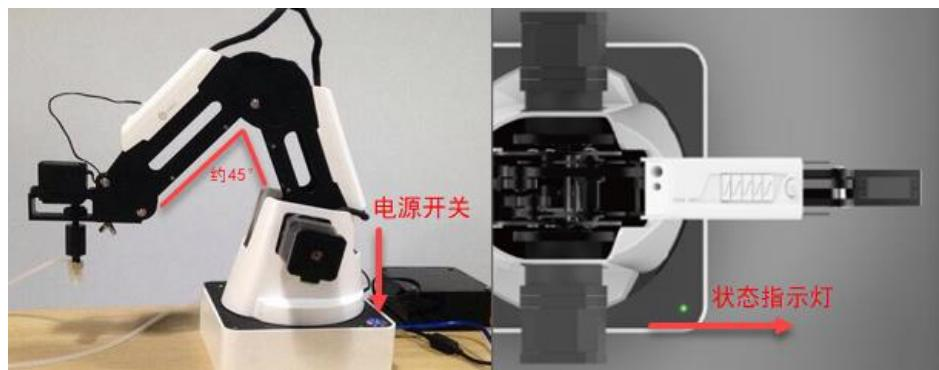

图 2.12 大小臂位置示意图
- 开机：**用手将Dobot Magician大小臂摆放至成约45°的位置，然后按下电源开关（如图 2.12 所示），此时所有电机会锁定。等待约7秒后听到一声短响，且机械臂的右下方的状态指示灯由黄色变为绿色，说明正常开机。